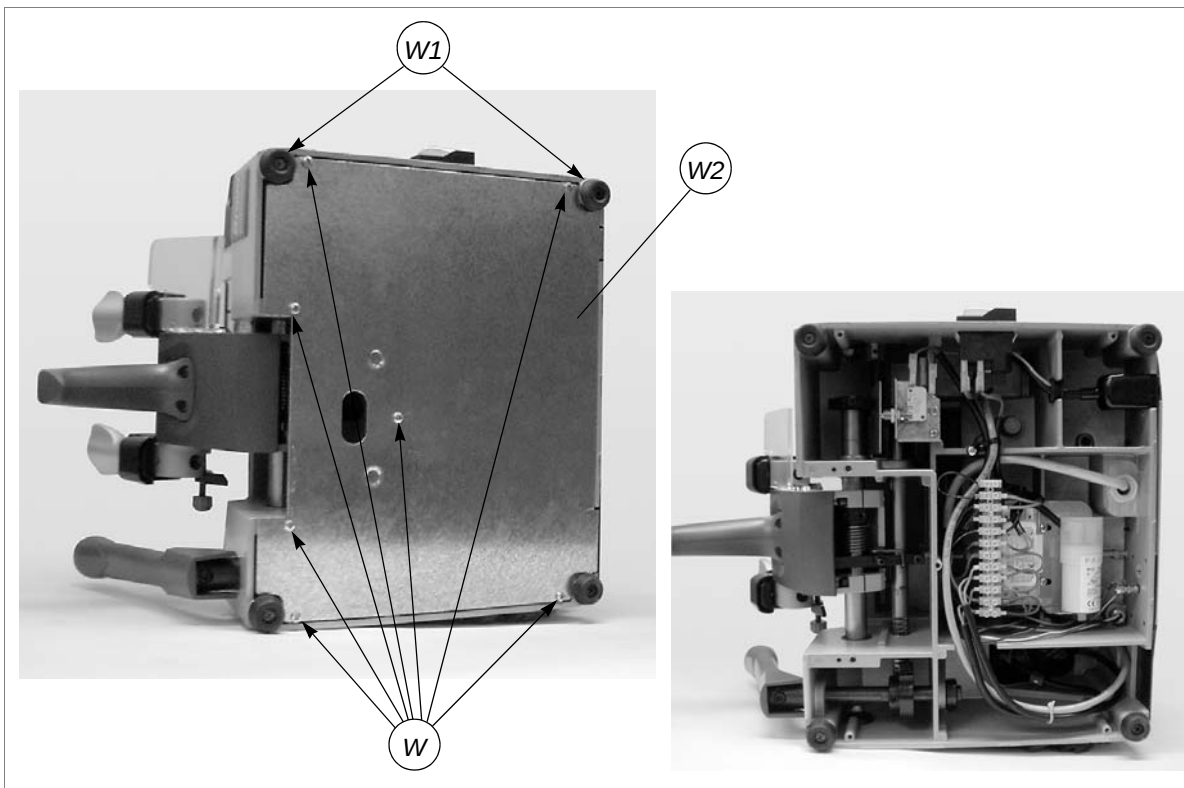
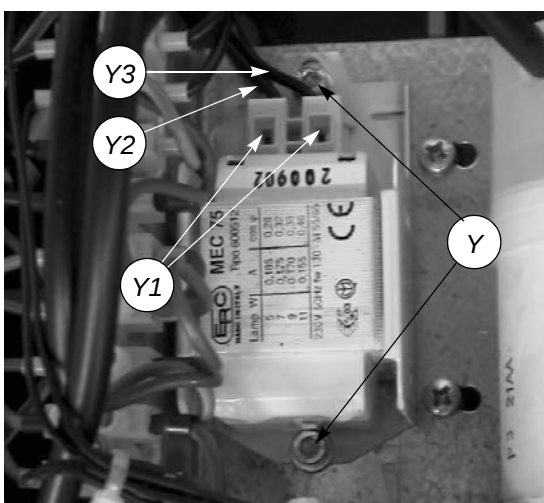

Fig. 30
Fig. 33
- 4) Desaperte os 7 parafusos (W), os 2 pés (W1) e remova a protecção inferior (W2) (fig. 30).
- 2) Insira o novo condensador, fixando-o com anilha (Z1) e porca (Z).
- 6) Volte a posicionar a protecção inferior, fixando-a com os 7 parafusos (W) e os 2 pés (W1) (fig.30, pag.22). Insira o tabuleiro de recolha das aparas.
- 1) Desaperte os 2 parafusos (Y) e remova o reactor (fig. 33).
- 4) Posicione o novo reactor na sua sede bloqueando-o com os 2 parafusos (Y).
- 5) Volte a posicionar a protecção inferior, fixando-a com os 7 parafusos (W) e os 2 pés (W1) (fig.30, pag.22). Insira o tabuleiro de recolha das aparas.
- 9) Volte a posicionar a protecção inferior, fixando-a com os 7 parafusos (W) e os 2 pés (W1) (fig.30, pág.22). Insira o tabuleiro de recolha das aparas.